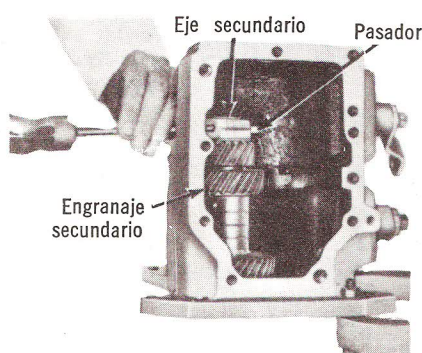

Fig. 5—Remoción del Pasador del Eje Secundario.
5. Quite el tapón llenador del lado derecho de la caja. Trabajando por la abertura para el tapón, expulse el pasador cilíndrico, tanto de la caja como del eje secundario, con un punzón de $\frac{1}{4}$ " (Fig. 5).